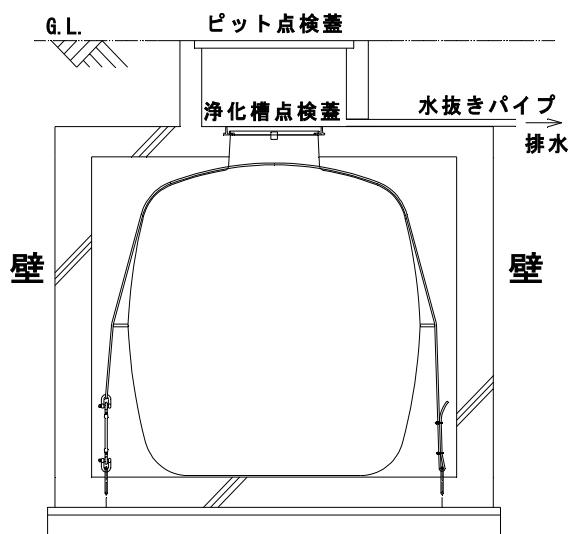

図 17 地下ピットの例
- ・原水ポンプ槽が設置できない場合は、図 17 のように、ピット工事をおこなってください。
- ①土圧から浄化槽を保護するために、浄化槽の全周を壁で囲い地下ピットにします。壁にかかる土圧、上部からの荷重などを十分に検討して壁の仕様を決めてください。
- ②ピット内は雨水排水パイプを設けてください。
- ③ピットの上面は、縞鋼板等でフタをしてください。